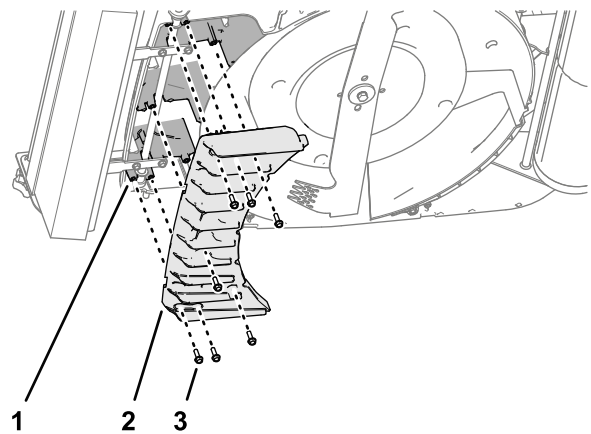

Figura 16
1. Allineate i fori nella nuova aletta anteriore con i fori nei supporti del piatto di taglio (Figura 16).
2. Montate le alette anteriori sul piatto di taglio (Figura 16) utilizzando le 7 viti autofilettanti a testa flangiata (6 x 20 mm) che avete rimosso in Rimozione delle alette anteriori \(pagina 5\).